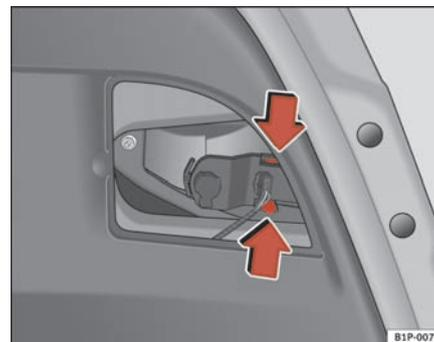

Fig. 173 Desmontaje del portalámparas
- Saque el portalámparas presionando las patillas de sujeción y extráigalo hacia afuera. ⇒ fig. 173)